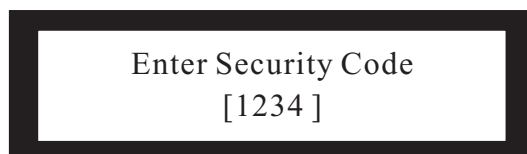

Figura 2-a
- Seleccione un tipo de bloqueo y presione el botón <ENTER>, ingrese el código de seguridad como muestra la figura 2-a.